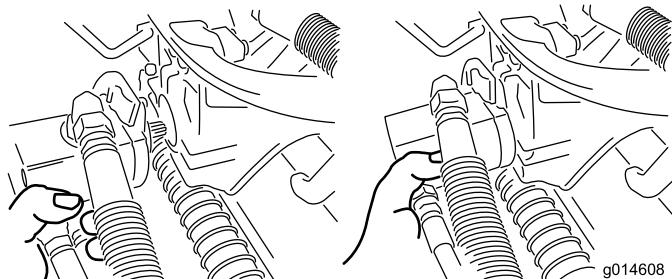

図 37
3. 外したモータは、サスペンション・アームの前部にある一時保管位置にセットしておく(図 37)。